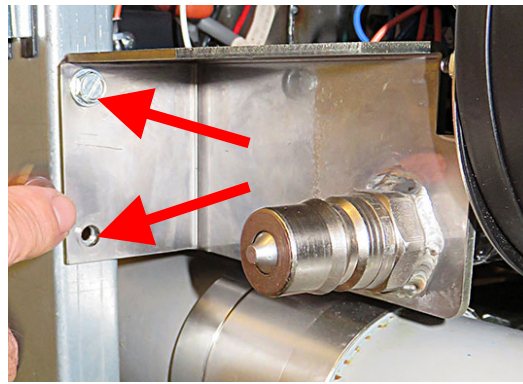

図7
10. 必要に応じて、ブラケットを取り付けている2本のネジを外して、ブLOWERへのアクセスを制限する障害物（クイックディスクコネクタなど）を取り外します（図7を参照）。